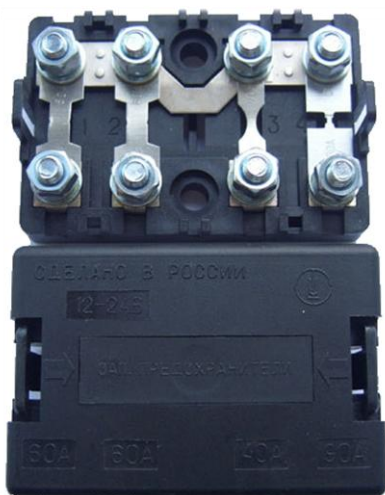

Рисунок X-5
5) Проверьте состояние предохранителей в силовом блоке (Рисунок X-5). Если на предохранителях\крепеже обнаружены следы коррозии – их необходимо заменить.